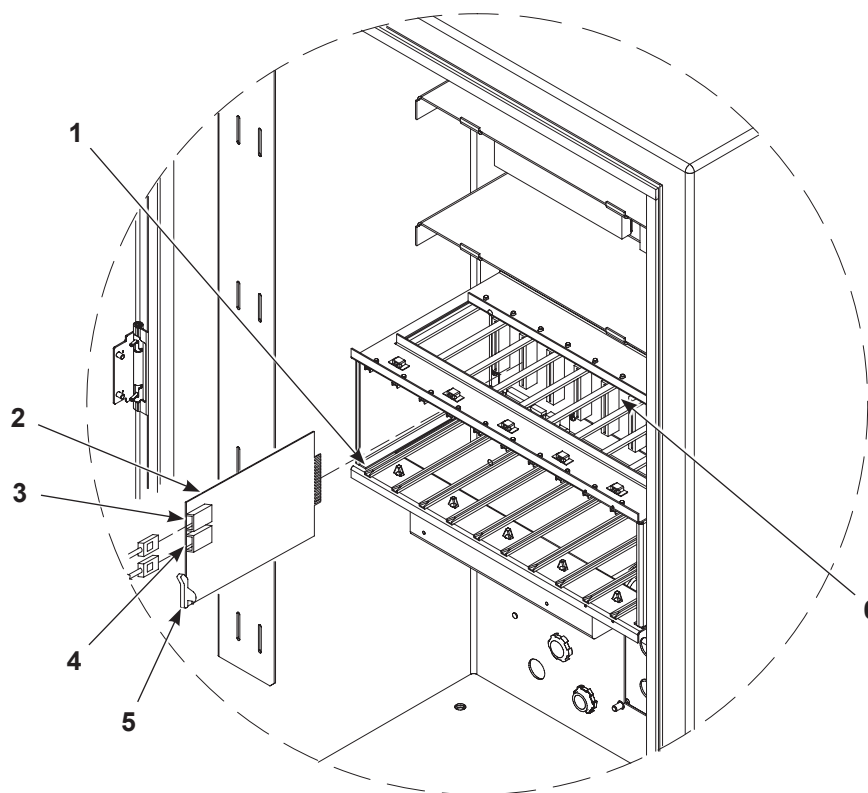

Abbildung 5-2 Austausch einer Applikatorsteuerungskarte
Siehe Abbildung 5-2. Die Applikatorsteuerungskarten (2) werden im Kartengehäuse von links nach rechts installiert. Jede Karte steuert zwei Auftragsköpfe: die untere Buchse ist die ungerade Auftragskopfnnummer, die obere Buchse ist die gerade Auftragskopfnnummer.